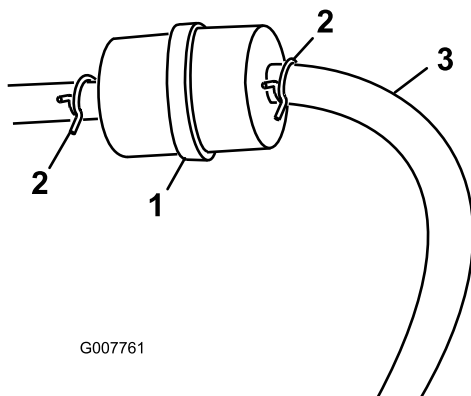

Bild 24
3. Drücken Sie die Enden der Schlauchklemmen zusammen und schieben Sie sie vom Filter weg (Bild 24).
5. Setzen Sie einen neuen Filter ein und schieben Sie die Schlauchklemmen an den Filter heran (Bild 24).
3. Lockern Sie die Schlauchklemme am Kraftstofffilter und schieben Sie sie an der Kraftstoffleitung weg vom Kraftstofffilter (Bild 24).
4. Schließen Sie die Kraftstoffleitung vom Kraftstofffilter ab (Bild 24).
Hinweis: Lassen Sie das Benzin in einen Benzinkanister oder eine Auffangwanne ablaufen (Bild 24).
5. Bringen Sie die Kraftstoffleitung am -filter an. Schieben Sie die Schlauchklemme ganz an den Kraftstofffilter heran, um die Kraftstoffleitung zu befestigen (Bild 24).